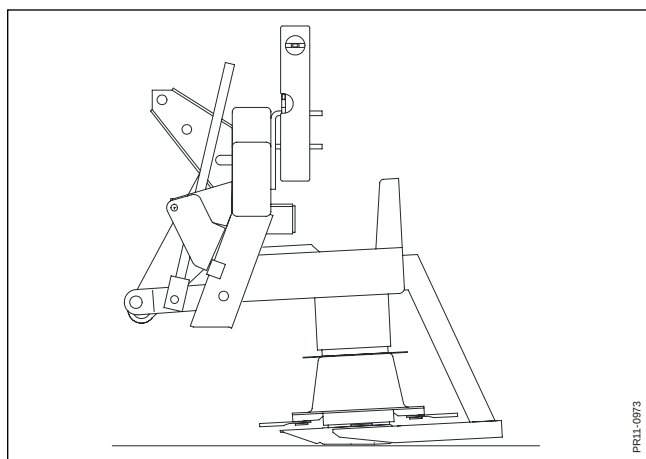

Fig. 3-9
- Fig. 3-9** Maskinen er fra fabrikken konstrueret til at klippe med kortest mulig stub når toprammen hænger helt lodret med maskinen i arbejdsstilling.